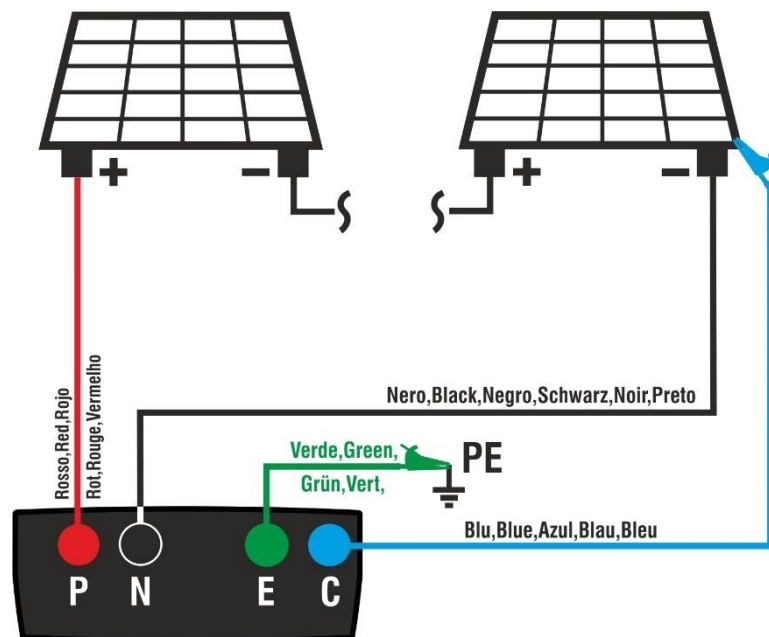

Fig. 11: Connexion pour test IVCK sans unité à distance
5. Connecter l'instrument au module/chaîne en cours d'essai et, le cas échéant, au nœud principal de mise à la terre de l'installation et aux masses métalliques mises à la terre comme indiqué dans la Fig. 11. En particulier, connectez le pôle négatif sortant du module/chaîne à la borne N et le pôle positif sortant du module/chaîne à la borne P